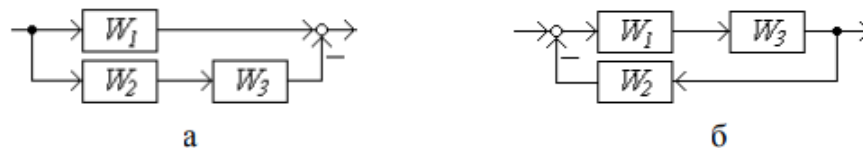

Рисунок 1.3
3. Найти эквивалентные передаточные функции схем (рисунок 1.3).